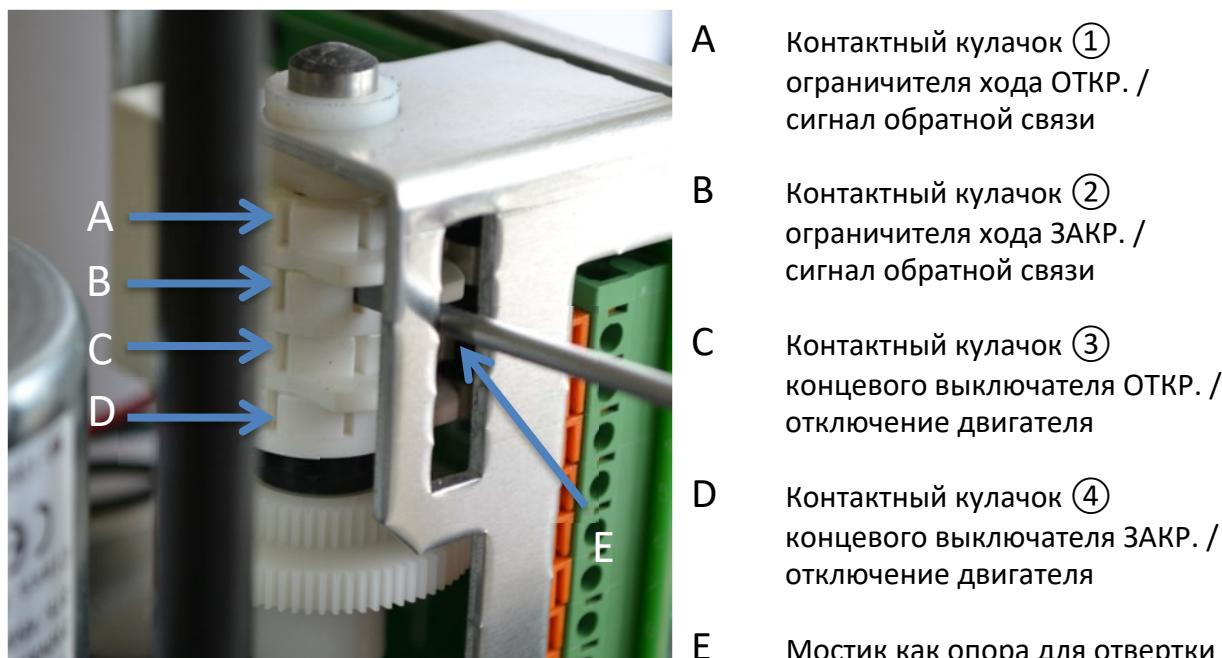

Рисунок 7. Регулировка контактных кулачков концевых выключателей
- Поверните кулачок концевого выключателя положения ЗАКР. (рис. 7; D) при помощи подходящей отвертки (ширина лезвия 4 мм) по часовой стрелке, пока не раздастся щелчок микропереключателя.
- Поверните кулачок концевого выключателя положения ОТКР. (рис. 7; C) при помощи подходящей отвертки (ширина лезвия 4 мм) против часовой стрелки, пока не раздастся щелчок микропереключателя.
Используйте обозначенный на рис. 7 буквой Е мостик как опору для отвертки при регулировке контактных кулачков!
- Поверните кулачок дополнительного концевого выключателя положения ЗАКР. (рис. 7; В) при помощи подходящей отвертки (ширина лезвия 4 мм) по часовой стрелке, пока не раздастся щелчок микропереключателя.
- Поверните кулачок дополнительного концевого выключателя положения ОТКР. (рис. 7; А) при помощи подходящей отвертки (ширина лезвия 4 мм) против часовой стрелки, пока не раздастся щелчок микропереключателя.